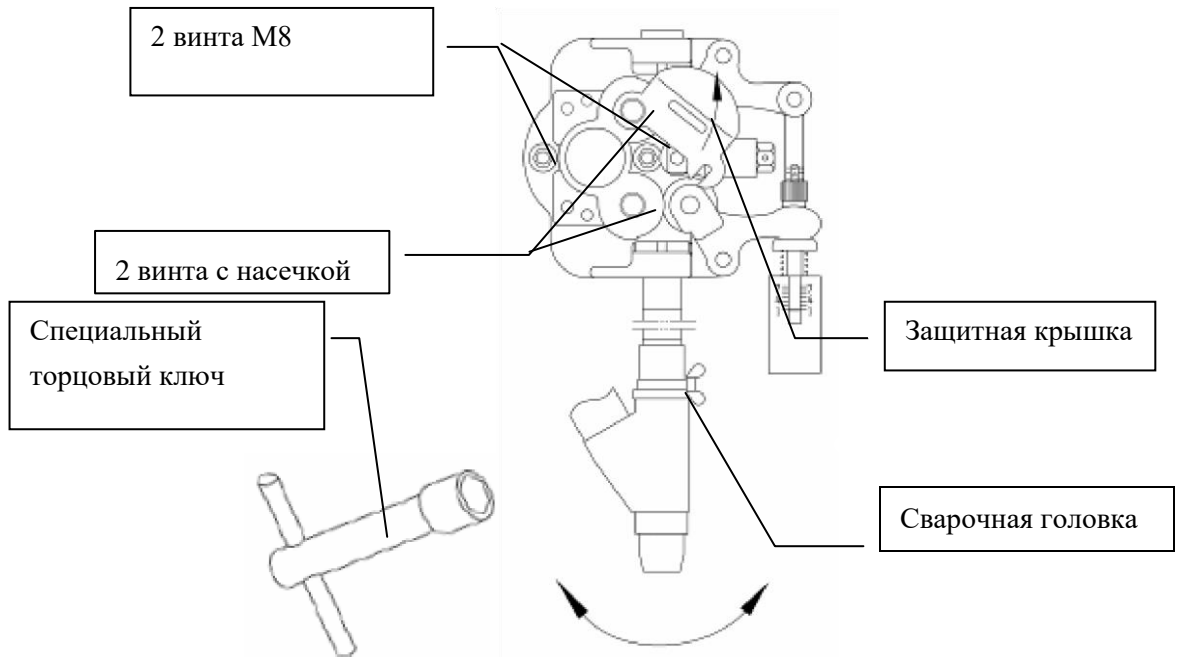

Рисунок 6: Наклон привода подачи проволоки
8. Поворот привода подачи проволоки (см. Рисунок 6)